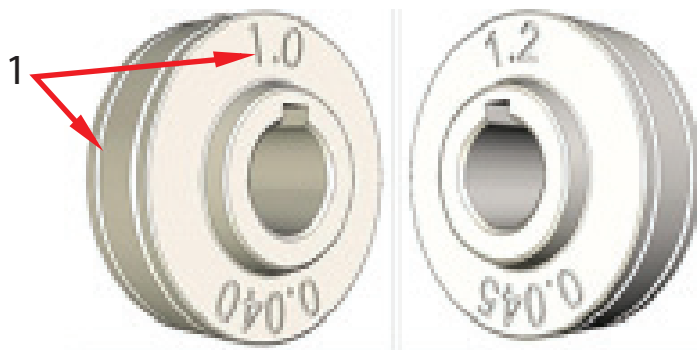

Figura 21. Los rodillos de alimentación de hilo están disponibles en varios tamaños
1. Instale el rodillo impulsor (en el tamaño correcto y en la orientación correcta de la ranura). Compruebe que la ranura del tamaño correcto esté orientada en el interior (consulte la Figura 21).